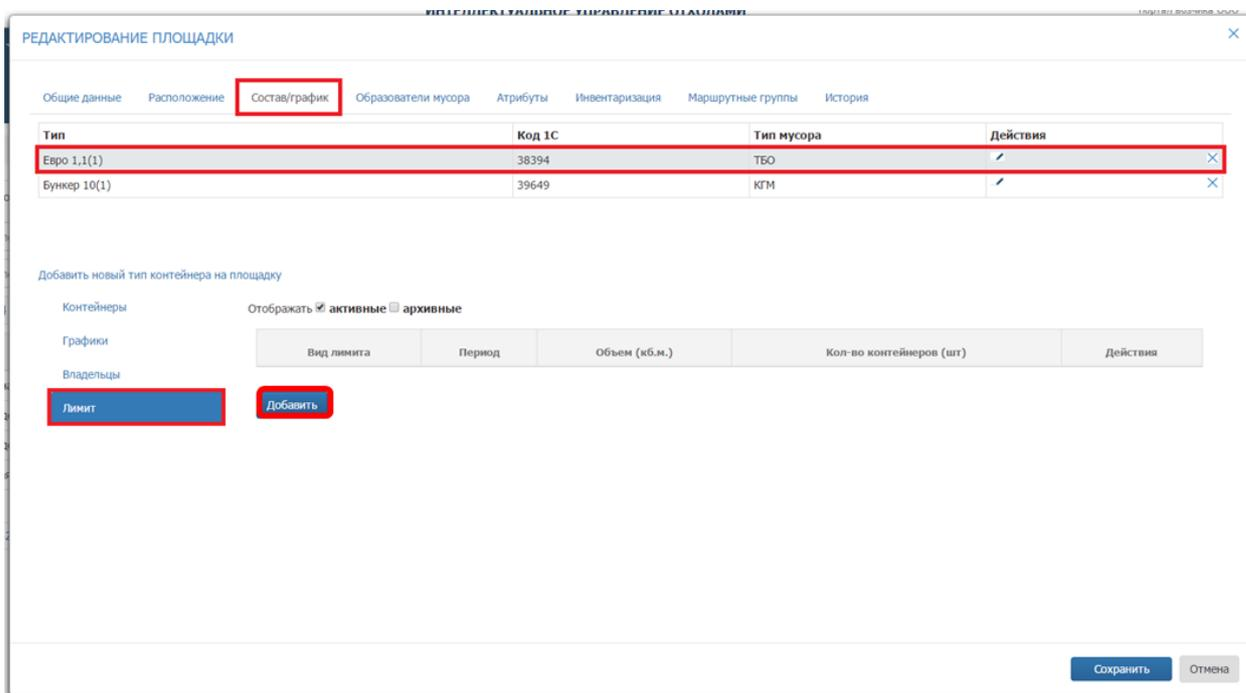

Рисунок 63. Добавление лимита по конкретной площадке
**Лимиты:** для установки лимита выбрать тип контейнера, по которому необходимо установить лимит и перейти на вкладку «Лимит» (Рисунок 63).
Для добавления нового лимита необходимо нажать на кнопку (Рисунок 63).